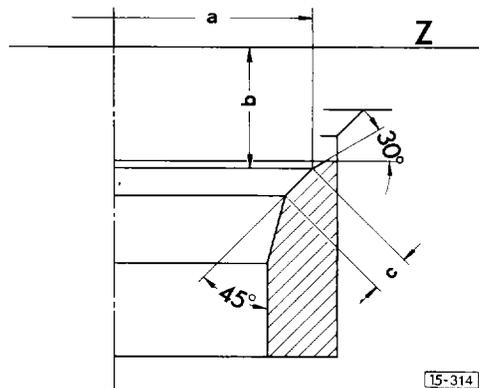

Abb. 6 Einlaßventilsitz nacharbeiten
– Abb. 6/7
- Ventilsitze nacharbeiten, siehe Abb. 6 und 7 und Ventile einschleifen siehe Abb. 1.